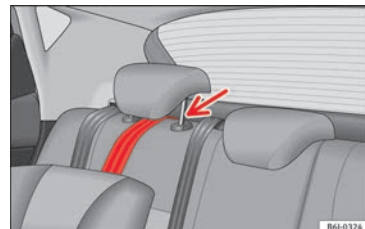

Fig. 28 Sangle de fixation : réglage et montage corrects.
- Placez la sangle sous l'appuie-tête de la banquette arrière » » **fig. 28** (soulevez l'appuie-tête si nécessaire).